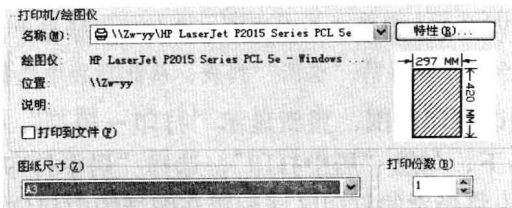

图 10-1-4
(6) 在“打印份数”下，输入要打印的份数 1，如图 10-1-4 所示。